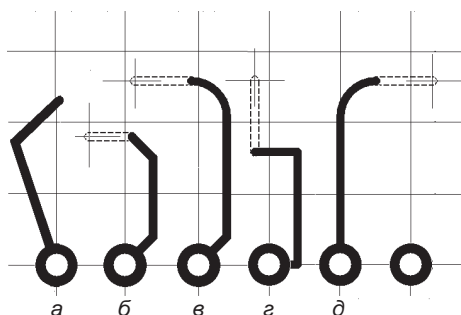

Рис. 6.4. Варианты сопряжения сегментов печатной трассы
5. Направление прокладки может циклически изменяться по ходу прокладки сегментов нажатием комбинации клавиш <Shift>+<Пробел>. Всего возможен выбор из пяти вариантов начала прокладки и сопряжения очередных сегментов текущего печатного проводника (рис. 6.4):
- сегменты прокладываются под произвольным углом, но через узлы текущей активной сетки (рис. 6.4, а);
- первый сегмент под углом 45°, следующий вертикально или горизонтально, далее снова излом под 45° и т. д. (рис. 6.4, б);
- под углом 45° с завершением сопряженной дугой (рис. 6.4, в);
- ортогональными сегментами — первый сегмент вертикально или горизонтально, последующие под углом 90° (рис. 6.4, г);
- первый сегмент вертикально или горизонтально, завершение сопряженной дугой (рис. 6.4, д).